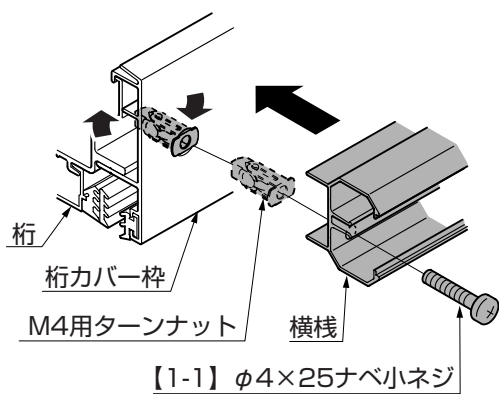
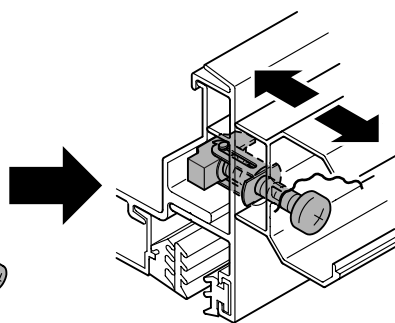
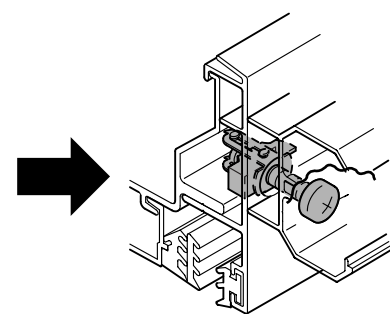

図2-10
図2-11
図2-12
- ターンナットは地面に対して水平方向に回転させてください。垂直で回転させると桁内部でターンナットが干渉して回転しない場合があります。(図2-10、図2-11、図2-12)